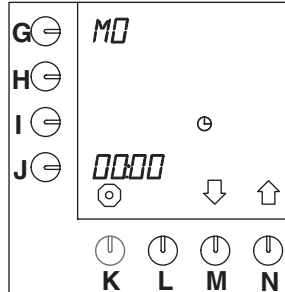

Fig. 42 Aktuelle dato og klokkeslæt
- Tryk på valgknappen (N.)↑, indtil fig. 42 (Aktuelle dato og klokkeslæt) vises i displayet.
- Timeindstillingen ved siden af programmeringsknappen begynder at blinke (fig. 42).